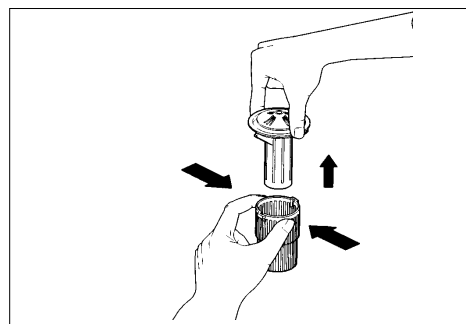

fig. 13c
- Enlever l'élément filtre en tournant les languettes vers la gauche (1). Tirer l'élément filtre vers le haut (2).
- Retirez le microfiltre (D) en ouvrant la fermeture à baionnette.
- Enlevez la passoire en pinçant son boîtier (voir fig. 13c) et en la tirant vers le haut.